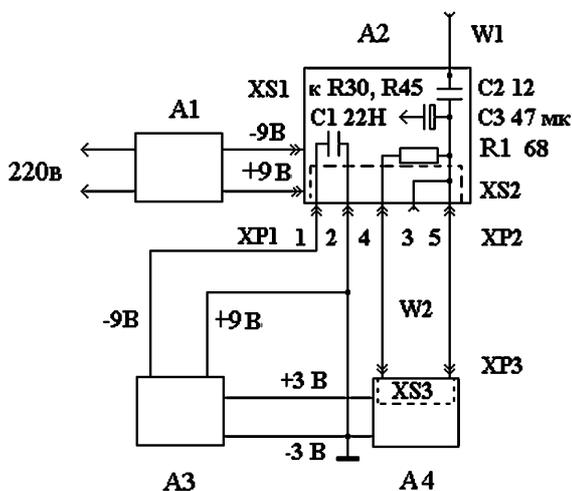
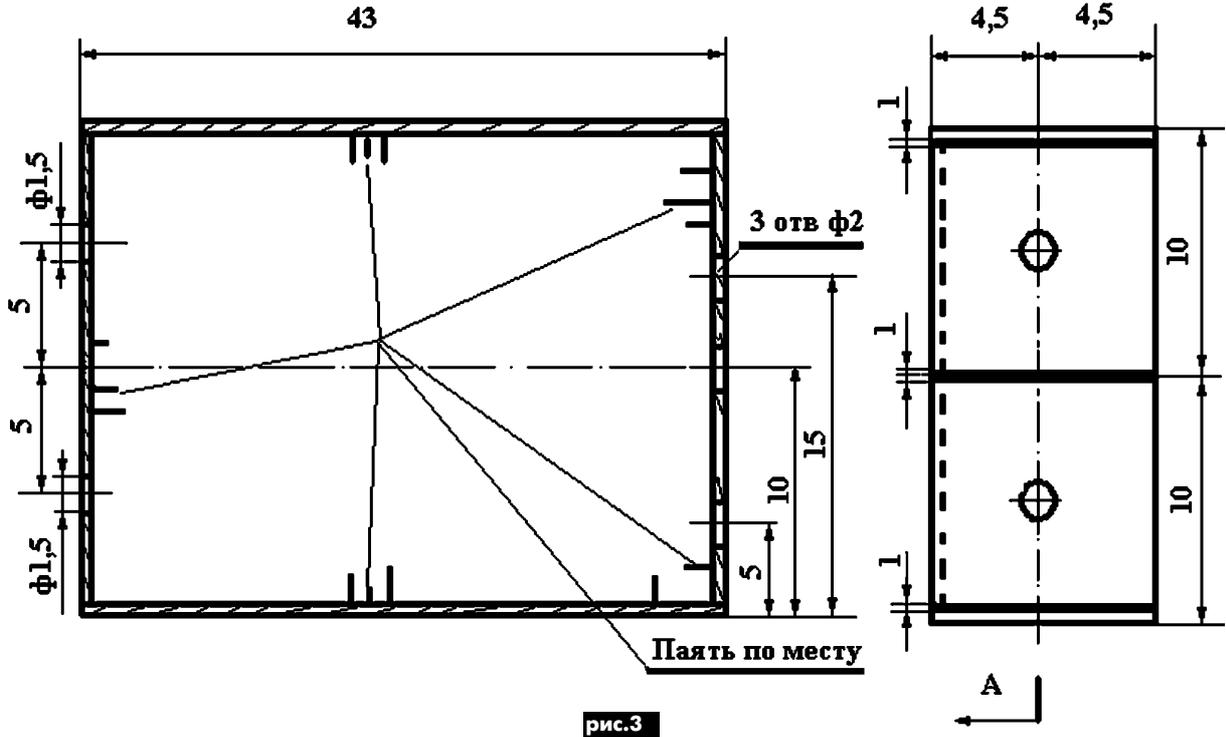
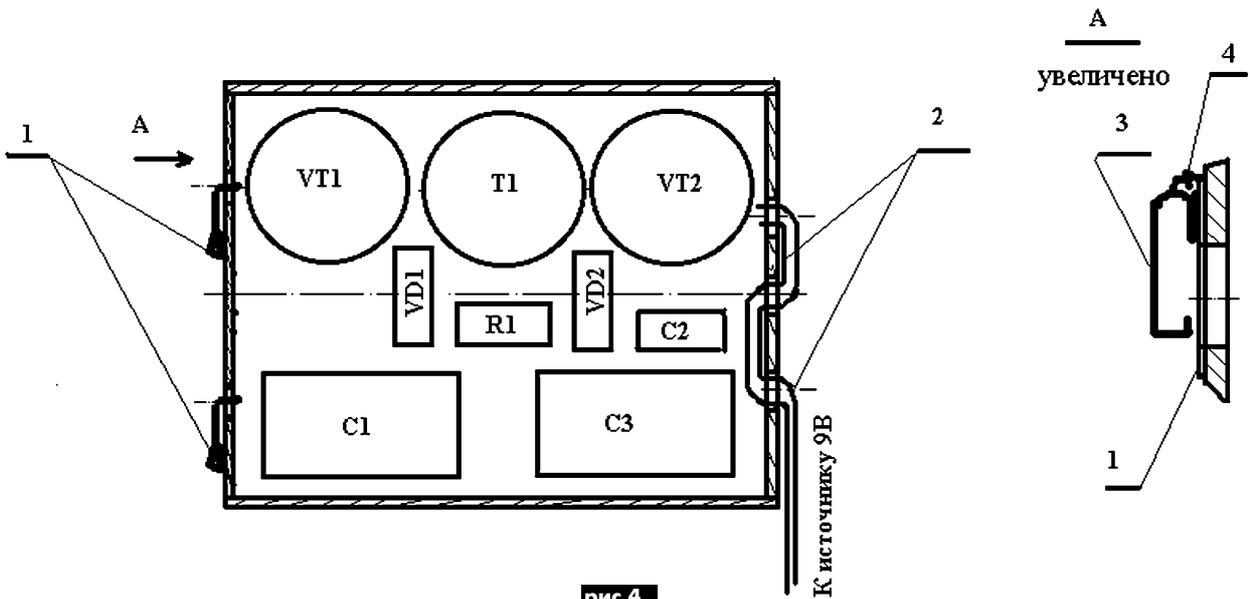

рис.1
рис.3
рис.4
Структурная схема соединения ПШАНЧ и ВЭФ с питанием от сети 220 В показана на рис.1, где А1 - стабилизированный источник питания от сети 220 В; А2 - СППН 9/3 В; А3 - ВЭФ-201; А4 - ПШАНЧ. Как видно из рис.1, выход А4 нагружен на эквивалент телефонов - резистор R1. Недорогие ПШАНЧ (чтобы на их корпусах не было написано!), если в них
Для уменьшения паразитного излучения элементы СППН помещены в экранированный корпус из двустороннего фольгированного стеклотекстолита толщиной 1,5 мм (рис.3). Контактные площадки 1 образованы изолированными участками фольги с прорезью шириной 1 мм со стороны одного из торцов. Для подвода проводов в геометрическом центре каждой контактной площадки просверлены отверстия для подвода проводников (+3 и -3 В) от выпрями-
теля преобразователя из внутренней части корпуса, которые припаивают снаружи корпуса к фольге изолированных от него и между собой площадок. К плюсовой площадке (1, рис.4) помимо проводника +3 В припаян гибкий контакт 4 от переключателя П2К (поз.3).
Для подвода проводов от источника питания 9 В на противоположном контактному торце просверлены три отверстия диаметром 2 мм (рис.3), через которые (для фиксации) продевают при сборке (2, рис.4) проводники, соединяющиеся через 1-й и 2-й контакты XP2 и XS2 с источником питания 9 В. В пустующие гнезда штатного (Г5) разъема (типа СГ3) ВЭ-Фа (XS2, рис.1) установлены два дополнительных контактных лепестка, что позво-
Резистор R1 (рис.1) установлен непосредственно на СГ5 между 4-м и 5-м лепестками. Между 3-м и 5-м лепестками установлена перемычка. Через контакты 1 и 3 СГ5 на СППН подается и напряжение питания 9 В, поступающее с соединителя XS1 (Г4).
**Технология изготовления.** Поскольку обмоток в T1 немного, то при намотке их можно не пометать, а чтобы не запутаться с фазировкой, перед намоткой каждой обмотки на расстоянии 40...50 мм от магнитопровода можно завязать на каждом проводе соответственно для 1-й-3-й обмоток 1-3 узелка, показывающих начало обмоток. Вызвонив обмотки омметром после окончательной намотки T1, соединяют начала с концами соответствующих полубмоток и получают средний вывод. Поверяют работу СППН на макете. Оклеивают внутреннюю поверхность корпуса (рис.3) бумагой. Внутри корпуса приклеивают к слою бумаги элементы (рис.3), расположив их согласно рис.4. После затвердевания клея проводят соединения одножильным эмалированным проводом диаметром 0,3 мм в соответствии со схемой.